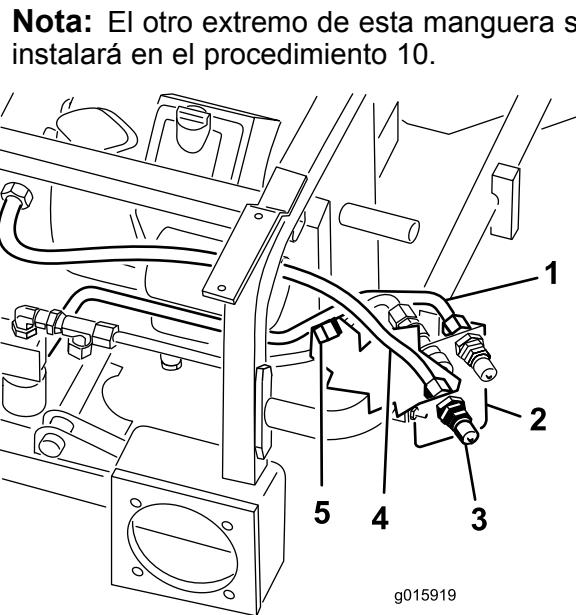

Figura 17
- Conecte provisionalmente el tubo hidráulico Nº 5 (manguera) al acoplamiento macho inferior (Figura 17).